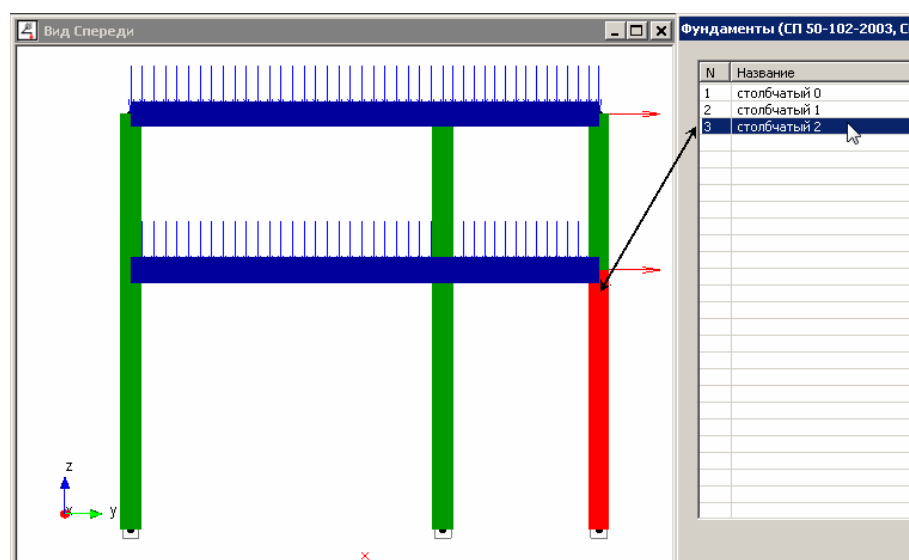

Рис. 7.2.4. Ассоциация диалога **Фундаменты** с моделью
- 1) выделите один или несколько фундаментов в списке и соответствующие им элементы будут выделены на модели красным цветом (рис. 7.2.4).